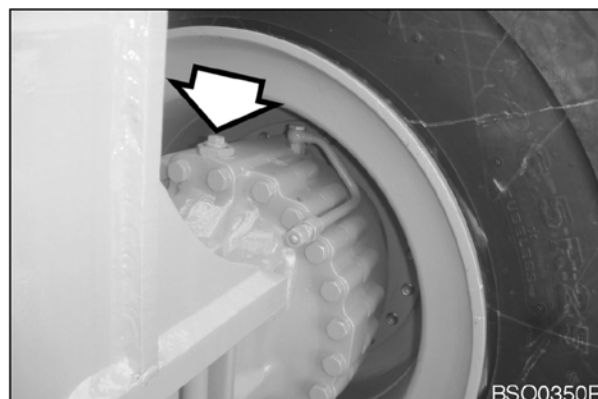
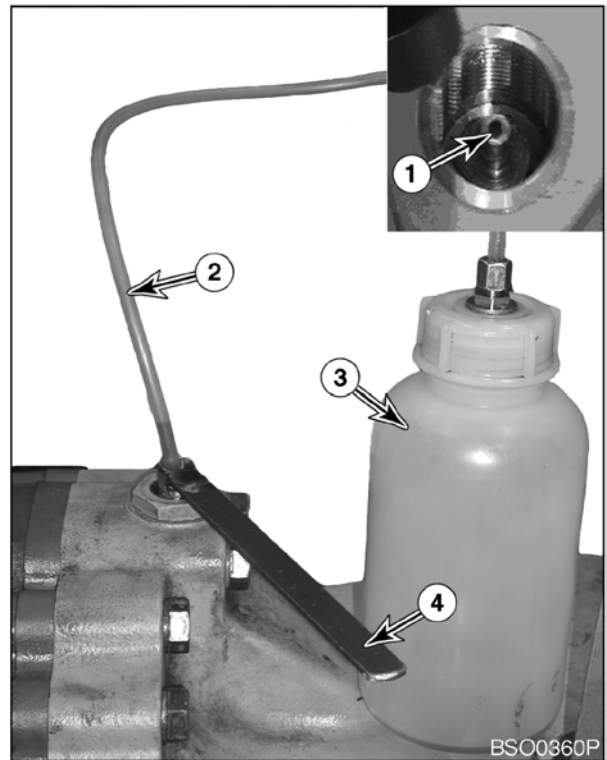

Рис. 75
Рис. 76
- Извлечь заглушку (рис. 75) на мосте. Поднять выпускной кран (1, рис. 76) с помощью специального инструмента (4, рис. 76). Поместить один конец пластикового шланга (2, рис. 76) на клапан прокачки тормозной системы (1). Поместить другой конец пластикового шланга (3) в емкость с тормозной жидкостью.
- Открыть клапан прокачки (1, рис. 76). Затем нажать на педаль тормоза до упора в пол кабины. Держать педаль тормоза на полу кабины. Открыть клапан прокачки при нажатой до отказа педали тормоза. После закрывания клапана прокачки дать педали тормоза вернуться в исходное поднятое положение. Продолжайте открывать клапан прокачки и нажимать педаль тормоза, в соответствии с описанной процедурой, пока в жидкости, выходящей из шланга выпуска воздуха, не будет больше пузырьков воздуха.
- Надежно закрыть клапан прокачки (1, рис. 76). Установить заглушку в мост.